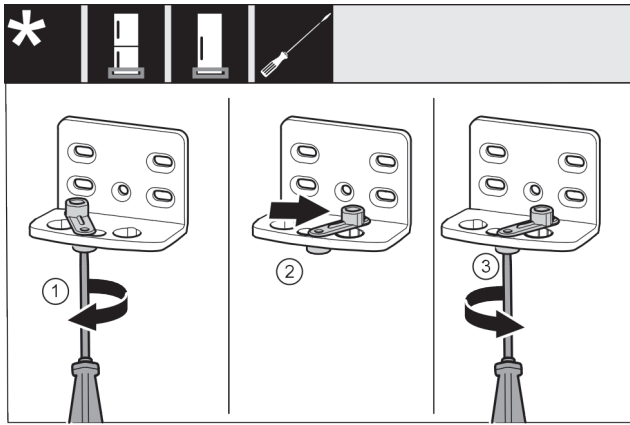

Fig. 45 *
- Lazán tekerje be a csavart Fig. 45 (1) csavarhúzóval.*
- Emelje meg az ajtó záródását segítő egységet Fig. 45 (2), és 90°-kal jobbra forgatva tekerje be a furatba.*
- Húzza meg a csavart Fig. 45 (3) csavarhúzóval.*